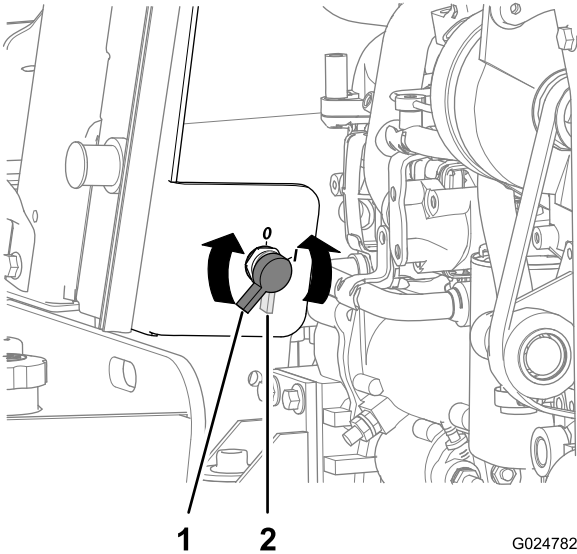

Рисунок 80
2. Подсоедините положительный провод зарядного устройства к положительному штырю аккумуляторной батареи (Рисунок 80).
2. Поверните переключатель отсоединения аккумуляторной батареи в положение «Выкл.» (Рисунок 80).
8. Поверните выключатель аккумуляторной батареи по часовой стрелке в положение «Вкл.» (Рисунок 80).